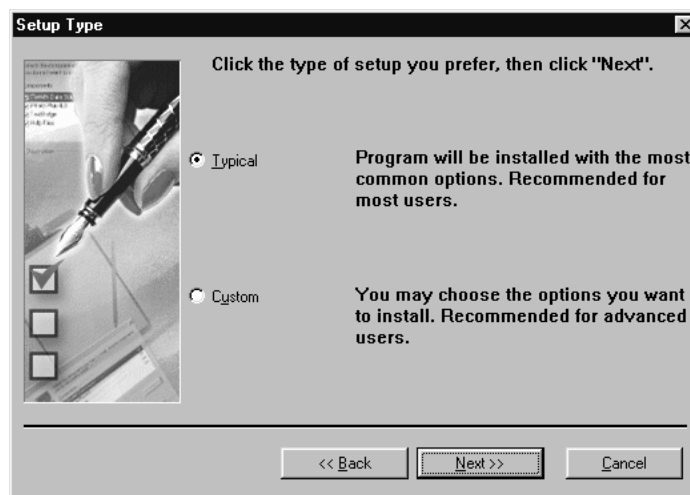

Figure 4 : définition du type d'installation
7. Cliquez sur 'Suivant' {Next} pour accepter le répertoire standard et pour continuer l'installation. La Figure 4 est affichée.